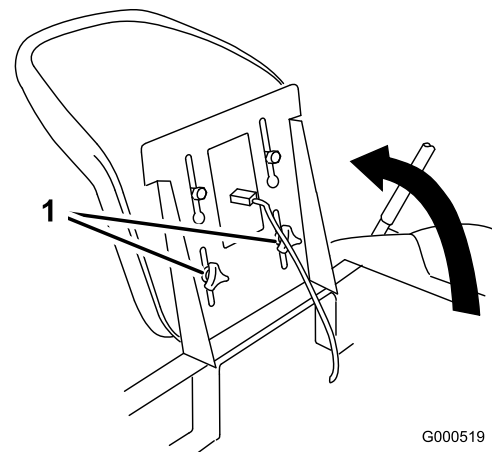

Bild 13
1. Heben Sie den Sitz an und lösen Sie die Einstellhandräder etwas, um den Sitz zu bewegen (Bild 13).